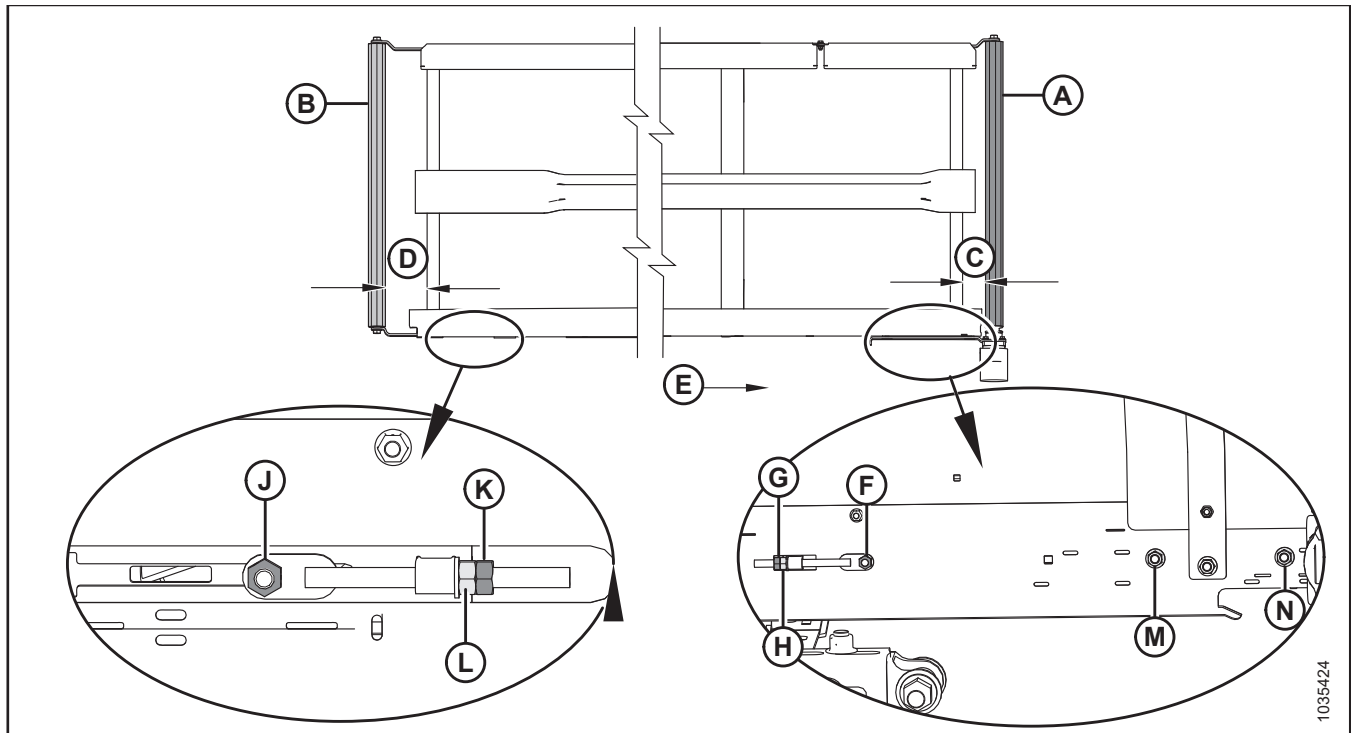

Figura 4.233: Regolazioni del centraggio dei tappeti – Tappeto sinistro
2. Regolare il rullo di trasmissione (A) per modificare C (vedere la tabella 4.2, pagina 439 e la figura 4.233, pagina 439) come segue:
- a. Allentare i dadi (F), (M) e (N) e il controdado (G).
- b. Ruotare il dado del regolatore (H).
- c. Serrare i dadi (F), (M) e (N) e il controdado (G).
3. Regolare il rullo folle (B) per modificare D (vedere la tabella 4.2, pagina 439 e la figura 4.233, pagina 439) come segue:
- a. Allentare il dado (J) e il controdado (K).
- b. Ruotare il dado del regolatore (L).